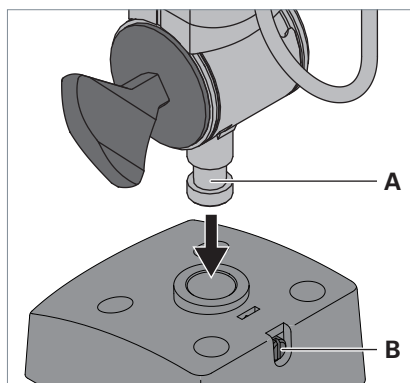

Fig. 2: Montaggio dell'apparecchio d'illuminazione sull'elemento di fissaggio.
- ▶ Inserire il perno **A** dell'asta dell'apparecchio d'illuminazione nell'apertura dell'elemento di fissaggio, vedi Fig. 2.